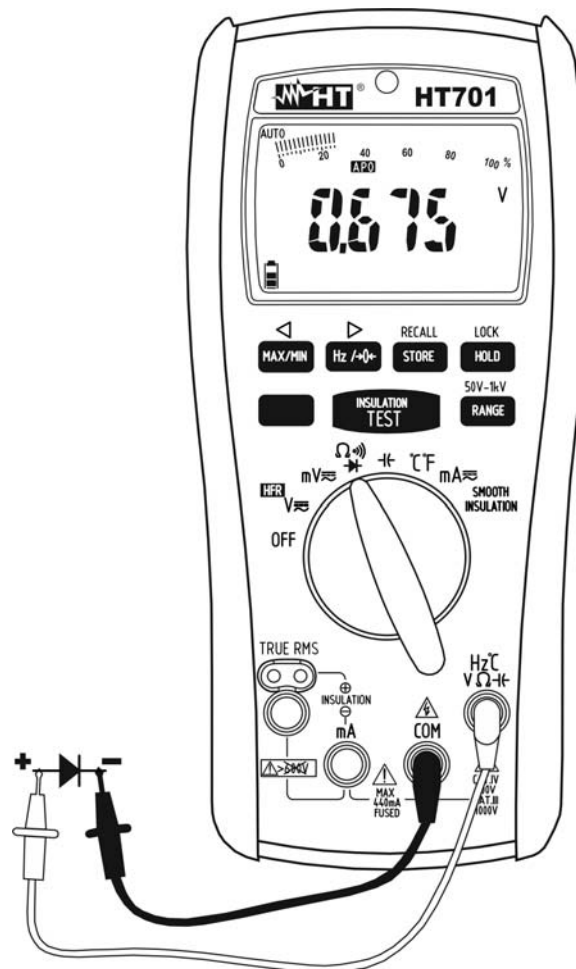

Fig. 7: Uso dello strumento per la Prova Diodi
4. Posizionare i puntali ai capi del diodo in esame rispettando le polarità indicate (vedere Fig. 7). Il valore della tensione di soglia in polarizzazione diretta è mostrato display. Per una buona giunzione P-N lo strumento deve visualizzare un valore compreso tra 0.4 e 0.9V. Se il valore della tensione di soglia è 0mV la giunzione P-N del diodo è in corto circuito.
5. Se lo strumento visualizza il messaggio "**OL**" i terminali del diodo sono invertiti rispetto a quanto indicato in Fig. 7 oppure la giunzione P-N del diodo è danneggiata.